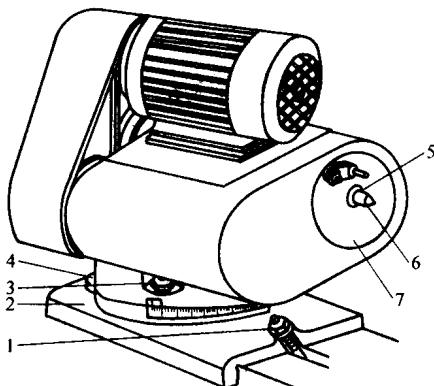

图 2-2 头架的调整
(1) 调整零位和纵向位置 如图 2-2 所示，一般情况下头架